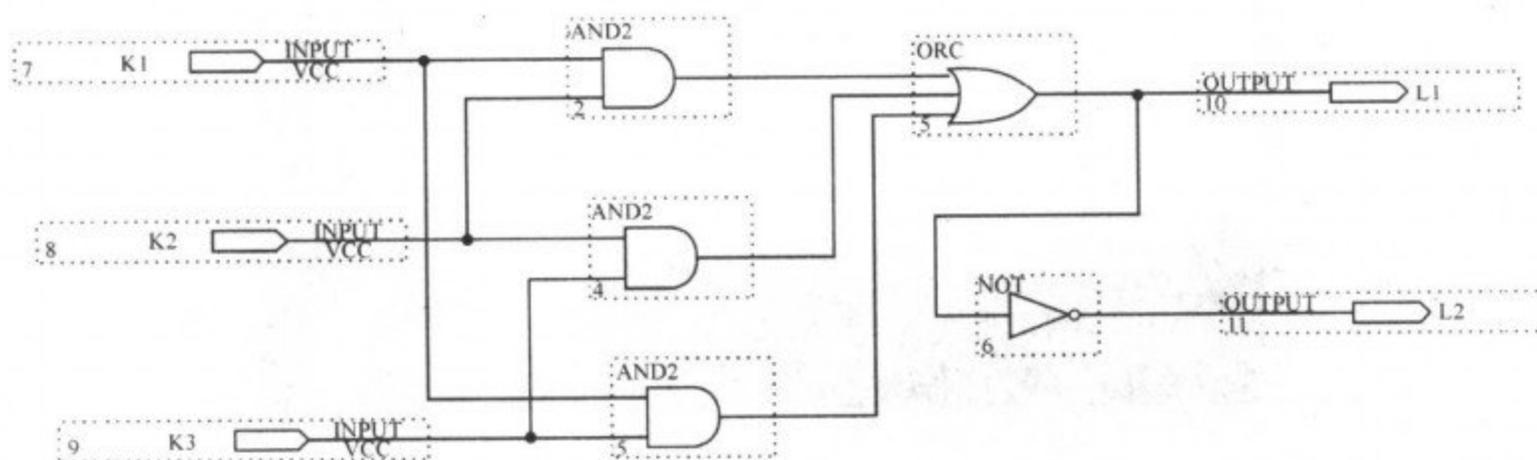

图 3-12 3人表决器原理图
④ 在 Symbol Name 中输入 and2,点 OK,同样可以加入 or3,input,output,not,和 input,output,鼠标左键双击 PIN_NAME,那么 PIN_NAME 被选中,并且变黑,然后输入你要改的名字,如 K1、K2、K3、L1 和 L2,根据逻辑表达式绘制好的原理图如图 3-12 所示。